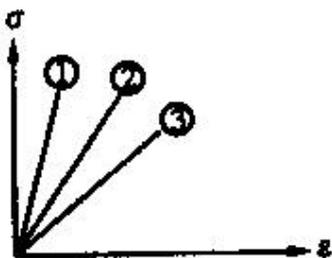

图 5
4. 三根拉杆和长度与截面尺寸完全相同，其应力-应变曲线如图 5 所示。当三杆拉力相同时，变形能 ()。